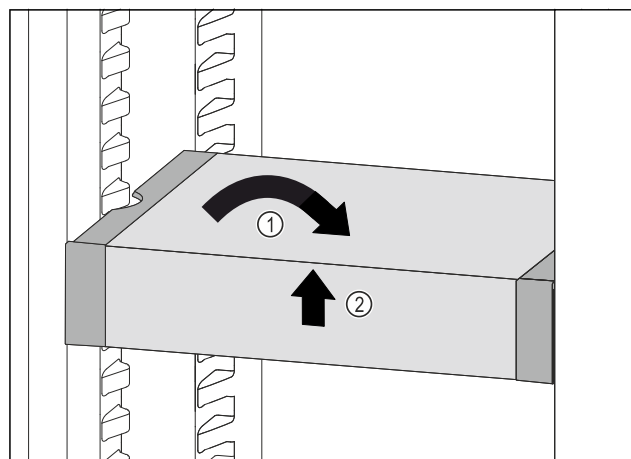

Fig. 100
► Aseta VarioSafe suoraan. Fig. 100 (1)
► Nosta VarioSafe-vetolaatikkoa edestä. Fig. 100 (2)